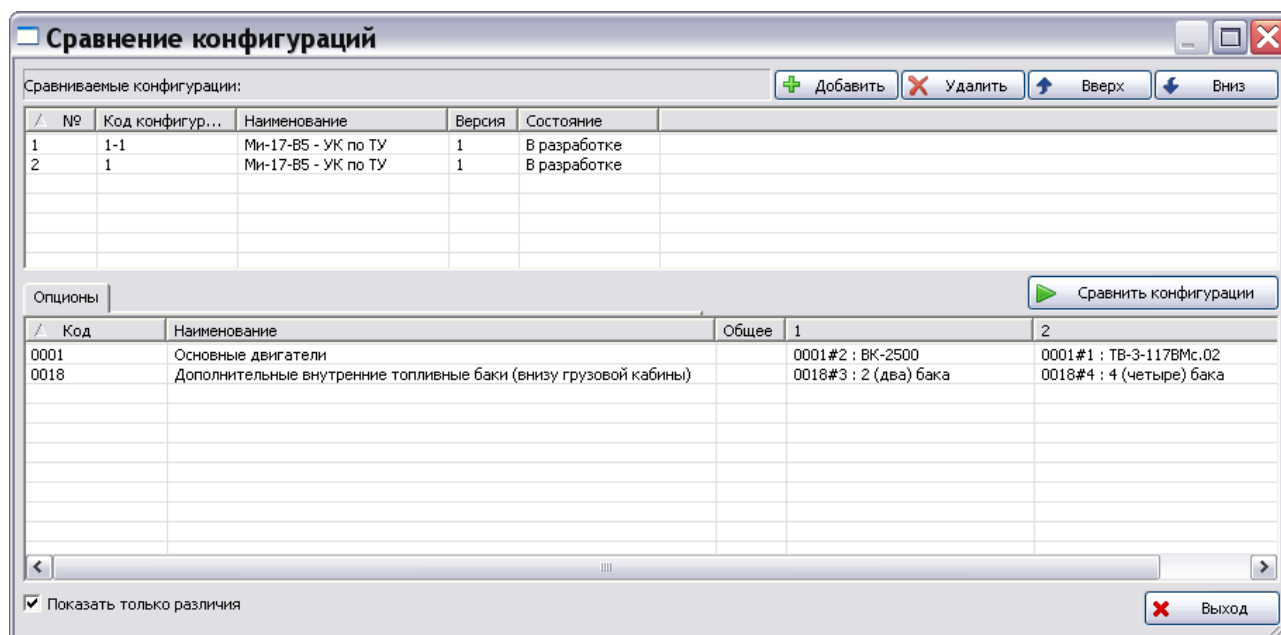

Рис. 57
4. При установке флага **Показать только различия** в таблице результатов будут показаны только опции, значения которых отличаются в выбранных для сравнения конфигурациях (Рис. 57).